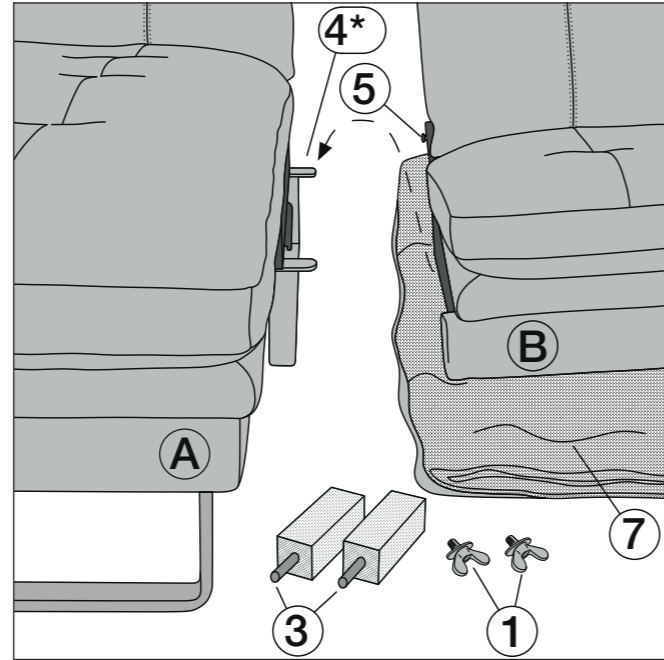

Abb. 3
Zum Schutz des Anreihsofas und des Fußbodens empfehlen wir, eine weiche Decke (7) zum Unterlegen bereit zu halten. (Siehe Abb. 3.)